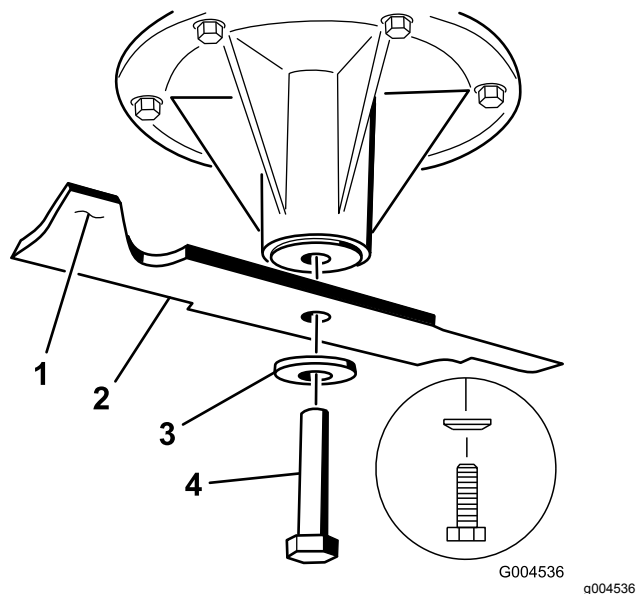

Figure 96
1. Placez la lame sur l'axe (Figure 96).
2. Mettez en place la rondelle élastique et le boulon de la lame (Figure 96).
Remarque: Le cône de la rondelle élastique doit être dirigé vers la tête du boulon (Figure 96).